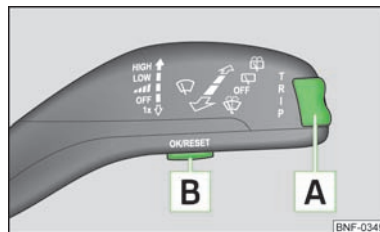

Fig. 6
A comutação entre as memórias é efectuada através do botão **B** » Fig. 6 na alavanca do limpa-vidros.
O botão basculante **A** e o botão **B** encontram-se na alavanca do limpa-vidros » Fig. 6.
➤ Ao tocar brevemente no botão **[B]** » Fig. 6, selecciona a memória pretendida.
➤ Prima o botão basculante **[A]** » Fig. 6 em cima ou em baixo. Desta forma, são abertas sequencialmente todas as funções da indicação multifuncional.
➤ Prima o botão **[B]** » Fig. 6 durante mais de 1 segundo.
- Pressione o botão basculante **[A]** » Fig. 6 em cima ou em baixo, de modo a mudar para a indicação das horas.
No visor aparece o tempo de condução desde a última vez que a memória foi apagada » **Página 13**. Para medir o tempo de condução a partir de um determinado momento é necessário, nessa altura, repor a memória a zero premindo o botão **[B]** » Fig. 6.
Caso pretenda calcular o consumo médio de combustível durante um determinado período de tempo, tem de colocar a memória a zero, no início de uma nova medição, utilizando o botão  » Fig. 6. Depois de apagar a memória, aparecem, durante aprox. os primeiros 300 m, traços no visor.
No visor aparece a distância percorrida desde a última vez que a memória foi apagada » Página 13. Para medir a distância percorrida a partir de um determinado momento é necessário, nessa altura, repor a memória a zero premindo o botão  » Fig. 6.
No visor é indicada a velocidade média em km/h, desde a última vez que a memória foi apagada » Página 13. Para medir a velocidade média durante um determinado período de tempo é necessário, no início da medição, colocar a memória a zero através do botão  na alavanca do limpa-vidros » Fig. 6.
- Com o botão **A** » Fig. 6 na alavanca do limpa-vidros, selecione o item do menu **Aviso ao ultrapassar a velocidade**.
- Com o botão **A** » Fig. 6, selecione o item do menu **Aviso ao ultrapassar a velocidade**.